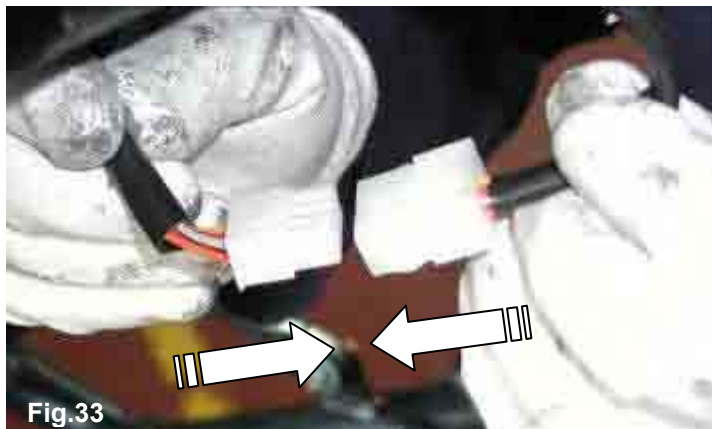

Fig.33
**2.9.13** CONNECT THE STARTER ASSEMBLY CONNECTOR TO THE 8 POLES CONNECTOR ON THE HARNESS (SEE FIG.33).